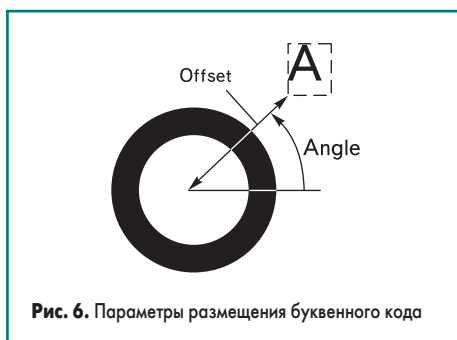

Рис. 6. Параметры размещения буквенного кода
- В поле Position введем значение Angle, равное 45 градусам, и Offset, равное 50 тысячным долям дюйма. Смысл этих параметров показан на рис. 6. Отметим, что если параметр Offset задать равным 0, то буква будет располагаться непосредственно внутри символа отверстия.